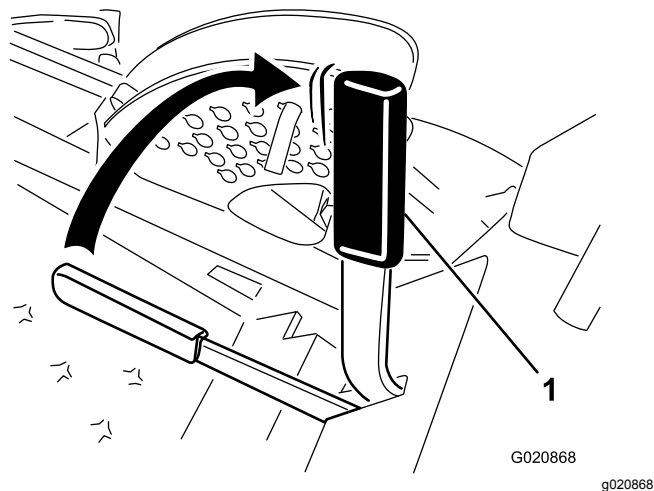

Figure 14
2. Tirez le frein de stationnement vers le haut et l'arrière pour le serrer (Figure 14).